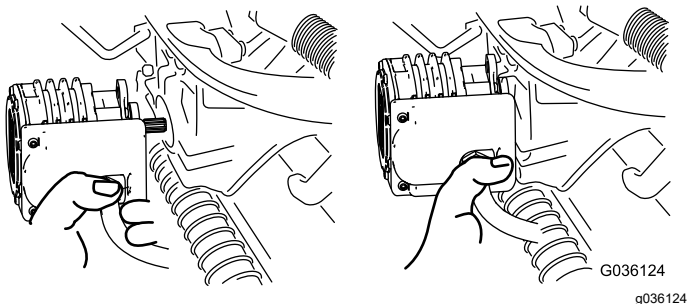

Figure 57
5. Amenez le moteur à la position de rangement sur l'avant du bras de suspension (Figure 57).